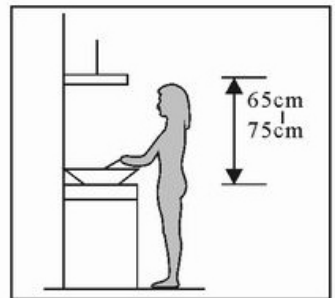

Bild 1
1. La distancia entre la superficie de cocción y el canto inferior de la campana extractora debe ser al menos de 65-75 cm (véase imagen 1).